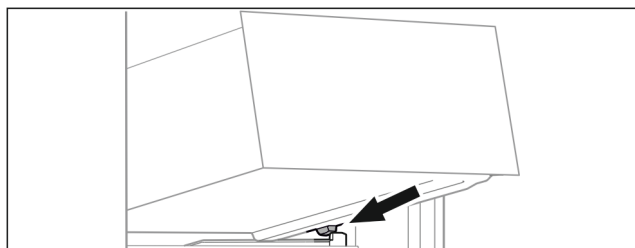

Fig. 132
- Vendosni sirtarin pjerrtas prapa ndaluesve mbi brinjën e kutisë. (shihni Fig. 132)